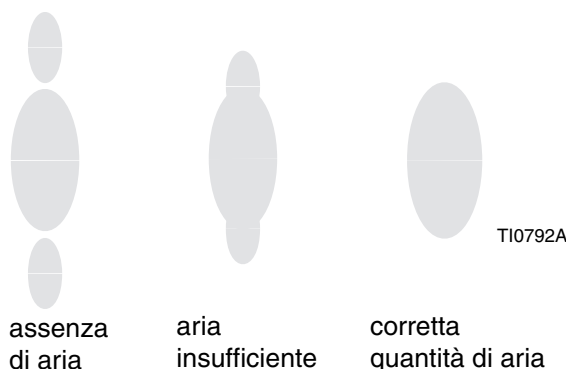

FIGURA 14
5. Impostare la pressione dell'aria di nebulizzazione su circa 5 psi (3,5 kPa, 0,35 bar) all'attivazione. Verificare il ventaglio di spruzzatura e poi aumentare lentamente la pressione dell'aria in modo che i baffi di spruzzatura siano completamente nebulizzati e concentrati nel ventaglio di spruzzatura. Vedere la FIGURA 14. Pressioni dell'aria comprese tra 7 e 10 psi (tra 4,9 e 7,0 kPa, tra 0,49 e 0,7 bar) sono di norma sufficienti per nebulizzare i residui, soprattutto in presenza di materiali a bassa viscosità. L'impostazione troppo elevata della pressione dell'aria provocherà l'accumulo di materiale sul tappo dell'aria, compromettendo l'efficienza di trasferimento. Non eccedere una pressione aria alla pistola di 100 psi (0,7 MPa, 7 bar).